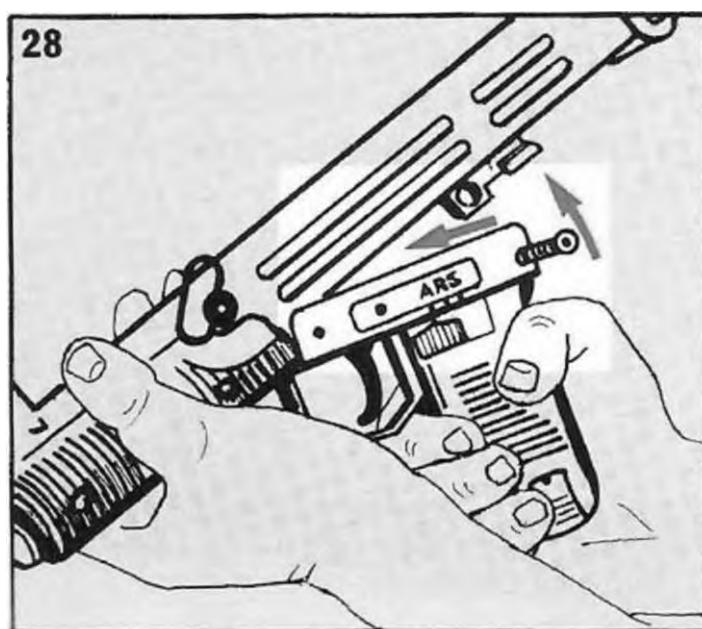

Рисунок 4.32 – Порядок встановлення пістолетної рукоятки
- 2) вставте пістолетну рукоятку спереду на місце в нижній передній частині ствольної коробки (рисунок 4.32);